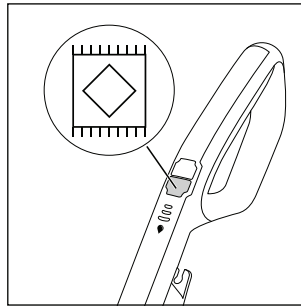

Fig. 17
- ♦ Para encender el aparato, pulse el interruptor de alfombras/moquetas  **13** (consulte la fig. 17). Tras esto, el led del interruptor de alfombras/moquetas  **13** se enciende en azul.
- ◆ Para apagar el aparato, vuelva a pulsar el interruptor de alfombras/moquetas  **13** (consulte la fig. 17).